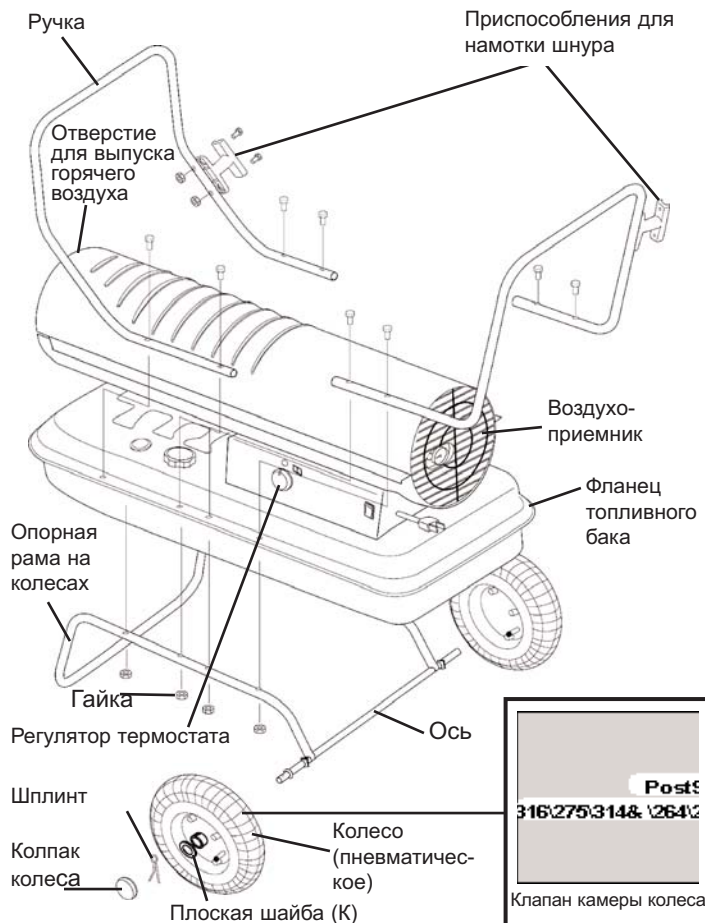

Рисунок 7. Сборка моделей ТСА 35/50/60
2. Наденьте колеса на каждый конец оси, убедившись, что стержень клапана (если колеса пневматические) находится с внешней стороны (**см. рис. 7.**).
1. Совместите отверстия на приспособлении для намотки шнура с соответствующими отверстиями на передней рукоятке. Вставьте в отверстия винты (В), наденьте на них гайки и затяните (**см. рис. 7.**).